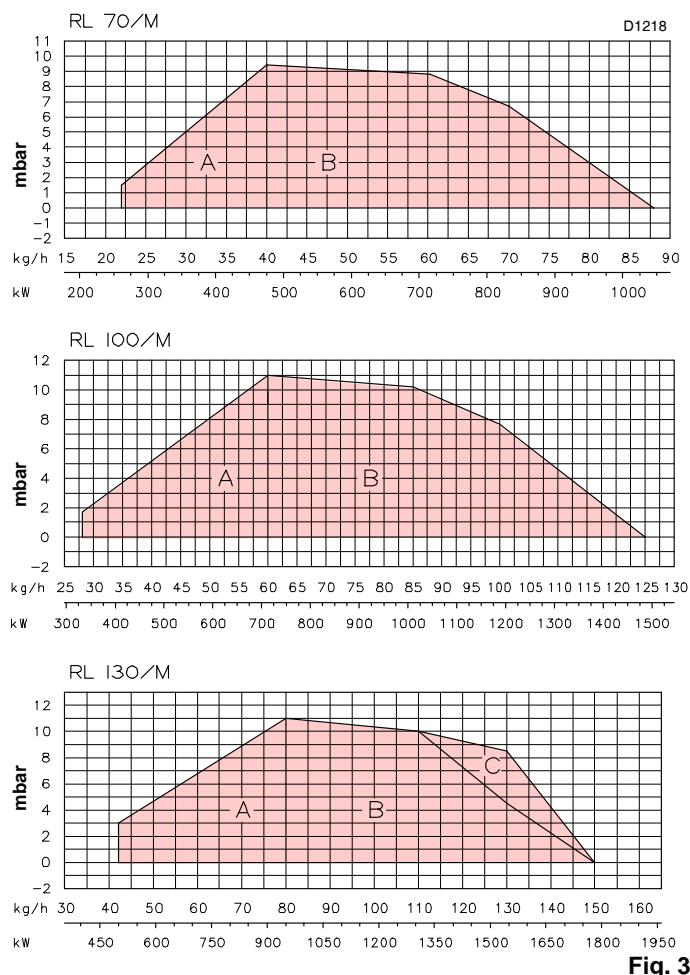

Fig. 3
4.4 Campi di lavoro (Fig. 3)
Diagrammi (Fig. 3):